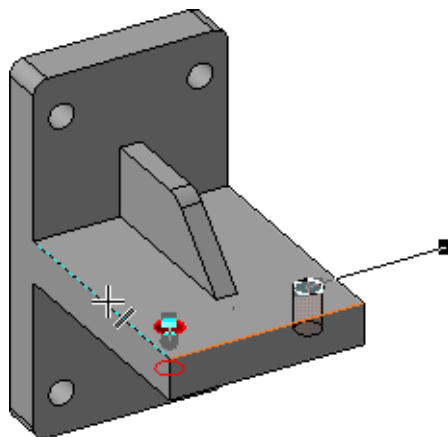

Рисунок 19.
- В модели укажите прямолинейное ребро, которое будет являться второй осью массива (рис.19).